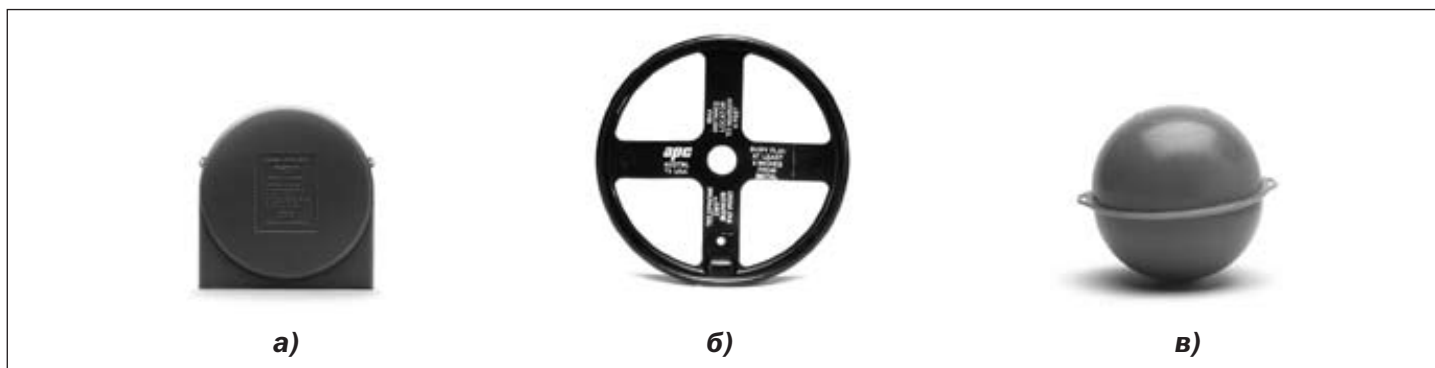

Рисунок 6.5 – Электронные маркеры компании “ЗМ” (США)
6.2.3 Рекомендуется устанавливать над муфтой, размещаемой в грунте, электронный маркер (рис. 6.5) с целью идентификации места расположения муфты.